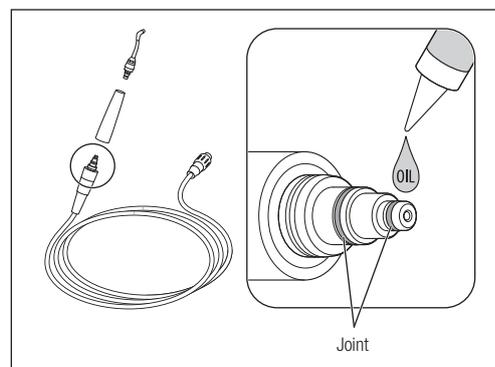

Fig. 45
- 4) Appliquez une goutte de l'huile pour turbine fournie et étalez-la avec le doigt (Fig. 45).